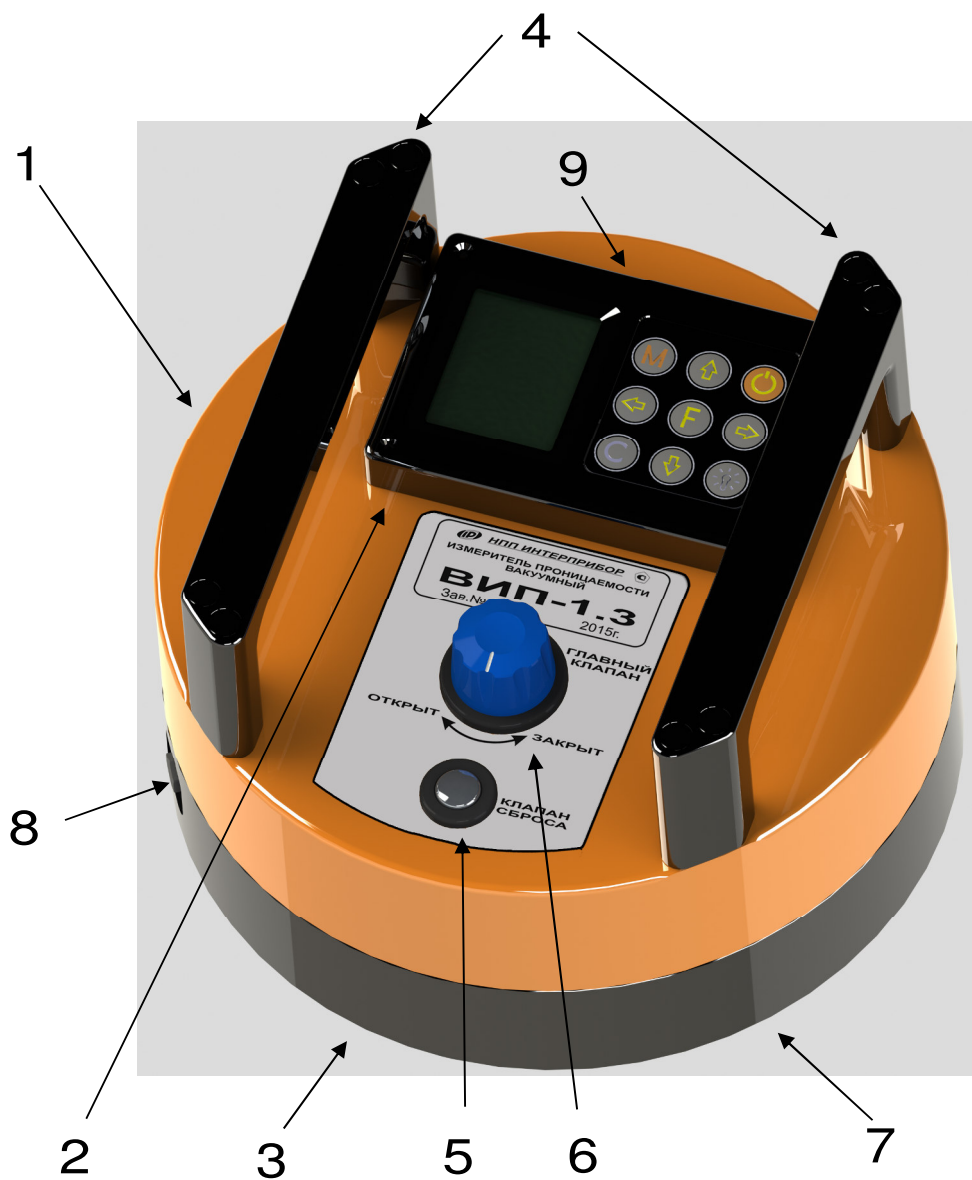

Рисунок 1 - Внешний вид прибора
Прибор (рисунок 1) представляет собой моноблочное устройство, в котором объединены измерительный блок 1, два встроенных вакуумных насоса (на рисунке не показаны) и электронный блок 2.
4.5.4 Пункт главного меню **АТМОСФЕРНОЕ ДАВЛЕНИЕ** позволяет перед каждым испытанием измерять и сохранять в памяти прибора величину атмосферного давления, необходимого для корректного вычисления параметров проницаемости. При открытом клапане 7 (рисунок 1), нажав клавишу , электронный блок сохранит текущее значение атмосферного давления. При нажатии клавиши  или  прибор выйдет в главное меню.
После нажатия клавиши **М** начнется запись процесса измерения давления, и прибор выдаст сообщение о необходимости «Открыть клапан». Одновременно с этим будет запущен таймер обратного отсчета времени, в течение которого кнопку **6** с маркировкой «Главный клапан» (рисунок 1) надо нажать. Откроется клапан 7, находящийся на нижней поверхности прибора.